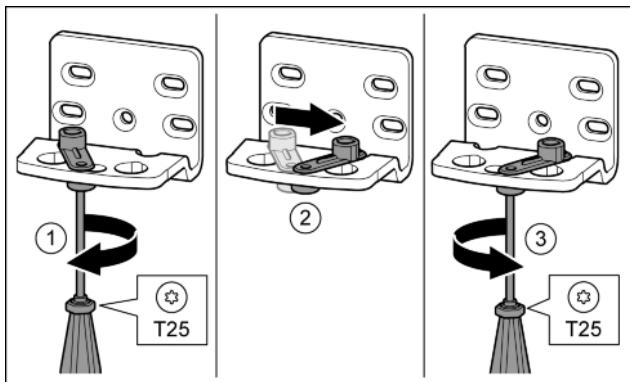

Fig. 16
- ▶ С отвертка T25 завийте хлабаво винта. *Fig. 16 (1)*
- ▶ Повдигнете помощното приспособление за затваряне на вратата и го завийте в отвора с 90° надясно. *Fig. 16 (2)*
- ▶ С отвертка T25 затегнете винта. *Fig. 16 (3)*